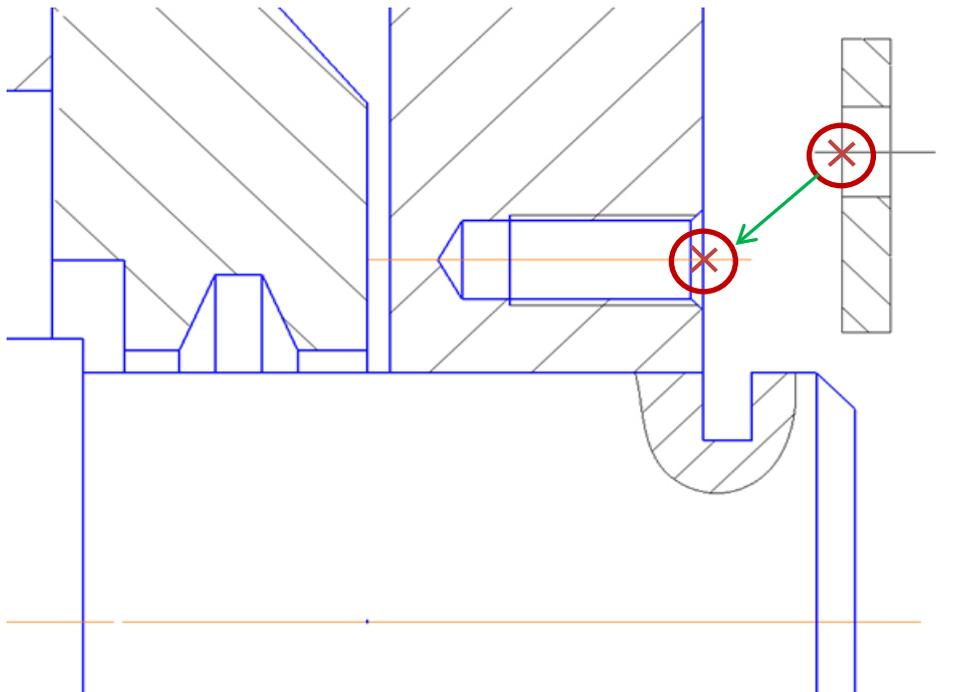

Рис. 4.29. Установка планки
- Выберите базовую точку на оси, как показано на рис. 4.29, и щелкните ЛК мыши.